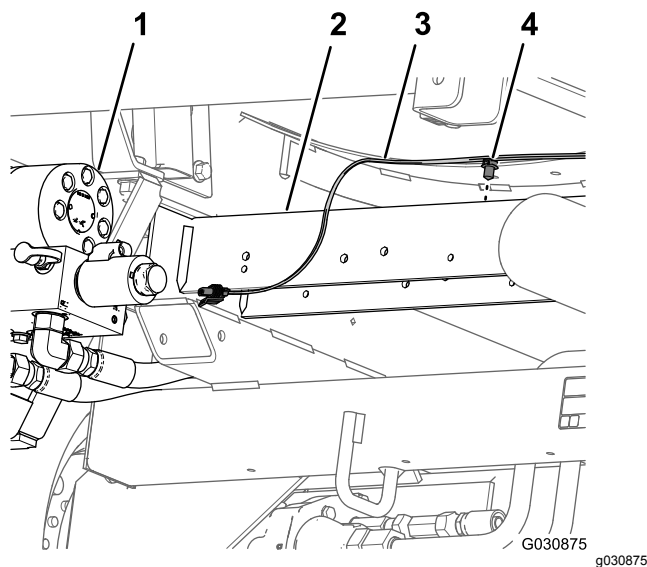

图41
6. 拆下将后线束 图41 固定到机器后十字管液压驱动马达的后部中的孔的 3 个枞树形锚栓。